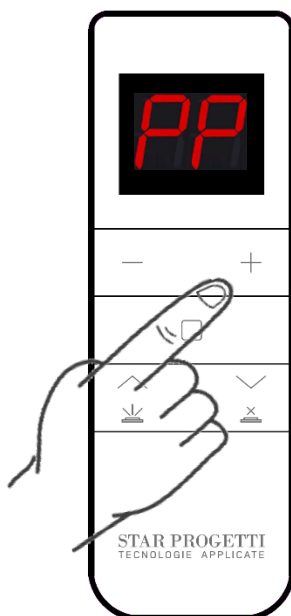

Fig.19
- Tramite i pulsanti “+” e “-” selezionare il canale PP Fig.19 e subito dopo premere il pulsante come da Fig. 20